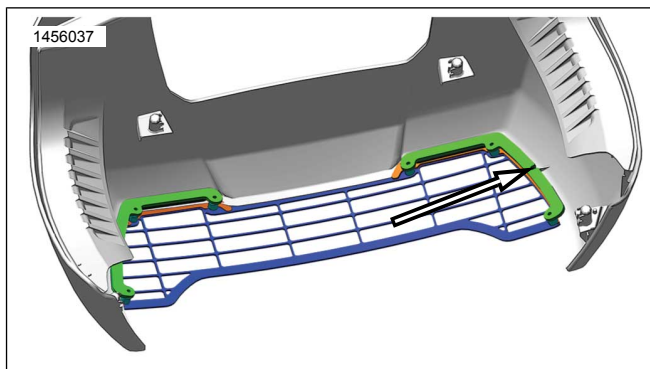

Figure 11.
11. Voir la figure 11. Vérifier que les patins supports sont placés autour des languettes d'alignement.